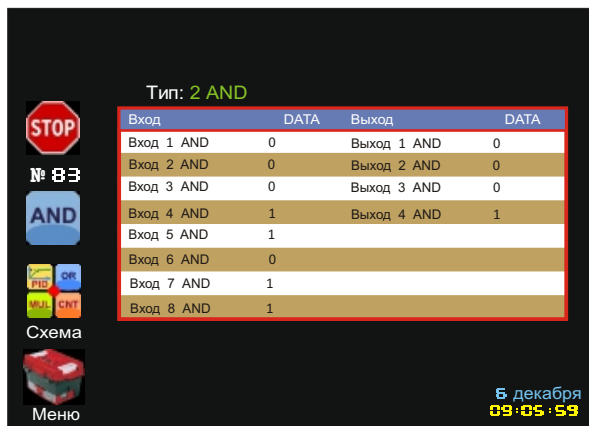

Рис. 63. Меню "Процесс" (Блок "Логическое И", тип 2 AND) 4-х элементный блок.
Примеры работы блока Логическое И смотрите на Рис. 63 - 64, где видно как формируются выходные сигналы при разных его типах.
9.3.5 В меню **Процесс** блок Логическое И представлен в виде таблицы, в которой находится информация о состоянии 8-ми входов и 4-х выходов блока в данный момент времени (Рис. 63 - 64). Над таблицей указан установленный тип блока.